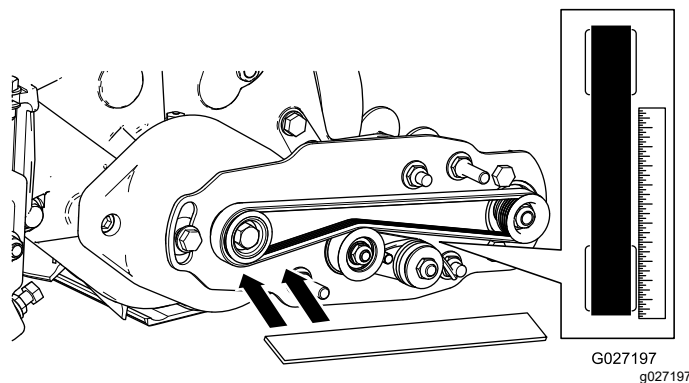

Figura 16
- Disponha uma régua de traçar ao longo da face externa da polia de **transmissão** (Figura 16). **Não** coloque a régua de traçar sobre polia da transmissão e a polia acionada.